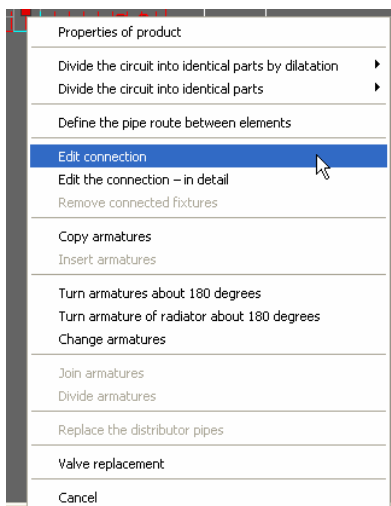

Рис. 3.2-16 Выбор редактирования присоединения отопительного прибора
1. Щелкните в проекте левой кнопкой мыши на вставленный отопительный прибор, чем его выделите. После этого щелкните правой кнопкой мыши, появится шторка, в которой щелкните на *Edit connection/Редактируй присоединение*. (Рис. 3.2-16)
Рис. 3.2-16б Упрощенное присоединение отопительного прибора.